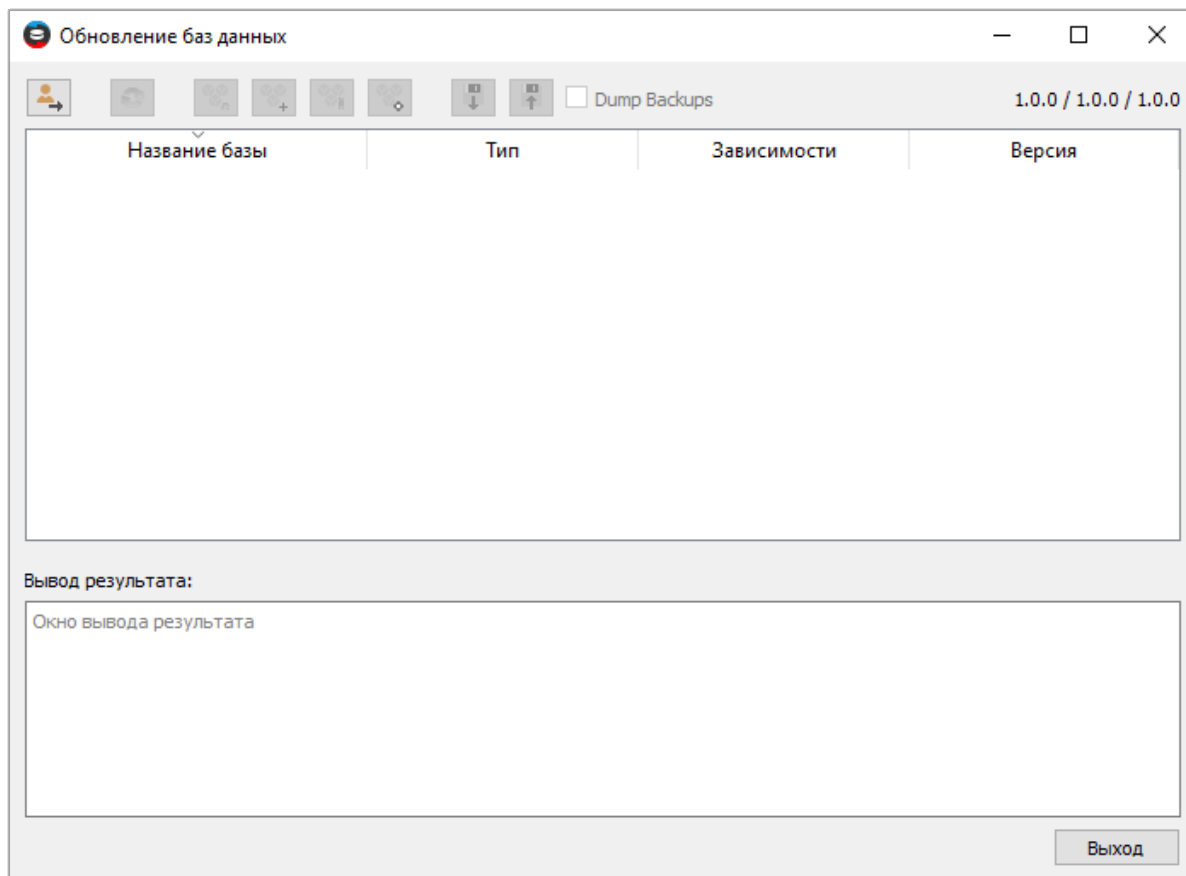

Рисунок 11. Запуск утилиты *Database Updater*
- 3) Для запуска утилиты *Database Updater* необходимо перейти в распакованном дистрибутиве в папку *Client* и запустить файл *database\_updater.exe* (см. рисунок 11).